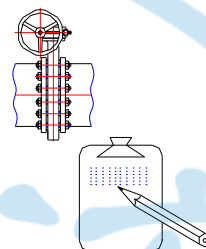

Fig.33
18.3.5 使用過程若有任何異常無法排除，請立即與捷流閥業股份有限公司連絡，並詳述損壞部位，我們會立即派員處理。(Fig.33)